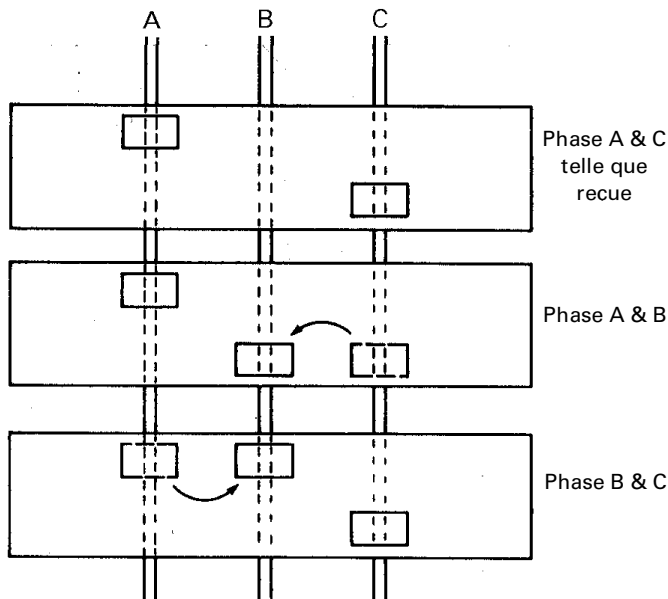

Figure 1. Pour repositionner la pince de barre omnibus pour équilibrer la charge.
1. **Équilibrage des phases pour dispositifs deux-pôles dans des systèmes trois-phases.** Pour équilibrer la charge du panneau de distribution, retirer les vis sur la pince appropriée de barre omnibus, repositionner la pince de barre omnibus comme montré à la Figure 1, puis installer et serrer les vis à 27–32 lb.-po.